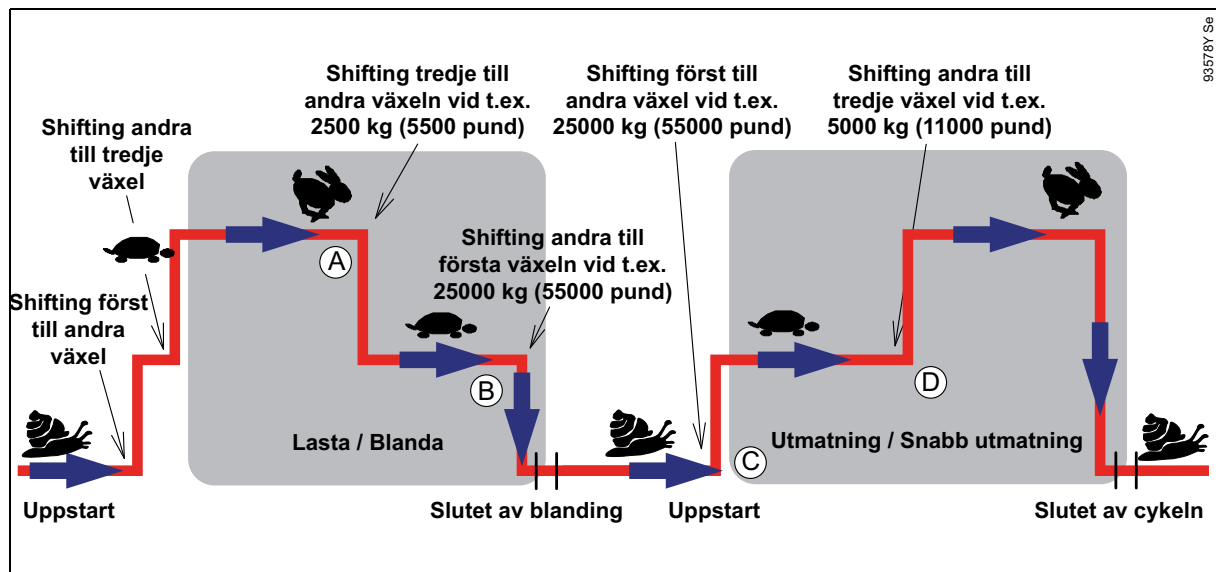

Fig. 4-6 Exempel på lastning, blandning och utmatning med det 3-växlade systemet (High cows-programmet)
- Från t.ex. 2500 kg (5500 pund) och uppåt kommer den 3-växlade modellen att växla från tredje till andra växel. Se punkt A (Fig. 4-6). Önskat värde kan ställas in i det aktiva programmet.
- Från t.ex. 25000 kg (55000 pund) och uppåt kommer den 3-växlade att växla från andra till första växel. Se punkt B (Fig. 4-6).
- Från t.ex. 25000 kg (55000 pund) och mindre kommer den 3-växlade modellen att växla från första till andra växel. Se punkt C (Fig. 4-6). Önskat värde kan ställas in i aktivt program.
- Från t.ex. 5000 kg (11000 pund) och mindre kommer den 3-växlade modellen att växla till tredje växel för snabb utmatning. Se punkt D (Fig. 4-6).